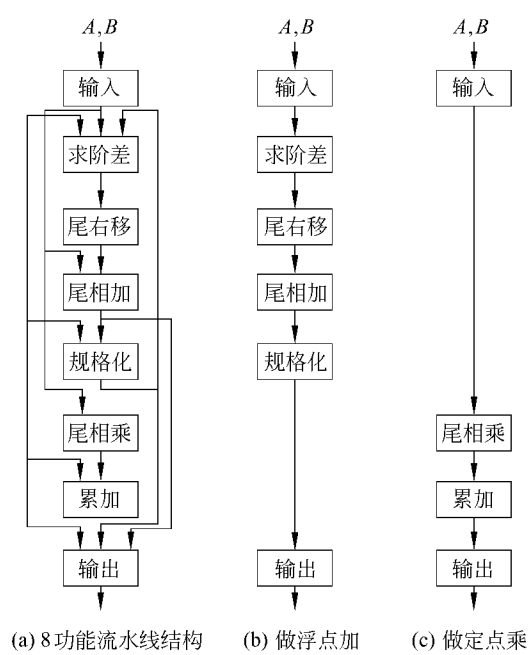

图 3.2 TI ASC 机多功能流水线结构及功能
由 8 个功能模块组成,使用时可根据需要组合连接,实现各种功能,如图 3.2 所示。
(3) 在多功能流水线中,按在同一时间内是否能实现多种功能来分又可分为两种。
- ① 静态流水线(static pipeline) 它是指在同一时间内,多功能流水线的各功能模块只能按一种固定方式连接,实现一种固定功能的流水线。其特点是,一个时刻只能有一种组合形式,如 TI ASC 机在做浮点加,应按图 3.2(b)组合;若浮点加没有执行完,运算器不能改为其他组合。优点是控制较简单。缺点是运算效率不高。
- ② 动态流水线(dynamic pipeline) 它是指同一时间内,多功能流水线的各功能模块可根据多种运算需要,连接成多种方式,同时能执行多种功能的流水线。其特点是,各功能模